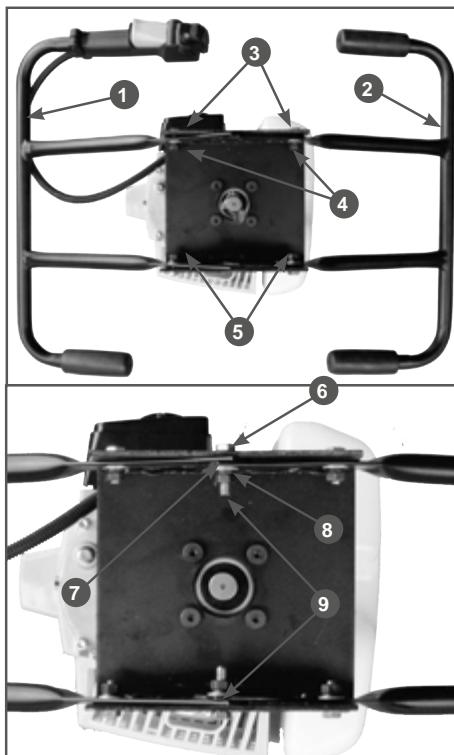

Рис. 2 Закрепление рукояток на раме редуктора
- Переверните мотобур и осторожно поставьте на горизонтальную поверхность, как показано на Рис.2.
- Закрепите рукоятки 1,2 на раме. Для этого необходимо совместить отверстия на краю рамы редуктора 3 и отверстия 4 на рукоятке. Соединить их короткими болтами, шайбами и гайками 5, не затягивая до конца (Рис.2).
- Соедините обе рукоятки между собой и закрепить их на раме редуктора. Для этого необходимо совместить отверстия в середине рамы редуктора 6 и концевые отверстия на рукоятках 7,8. Соедините их длинными болтами, шайбами и гайками 9, не затягивая до конца (Рис. 2).